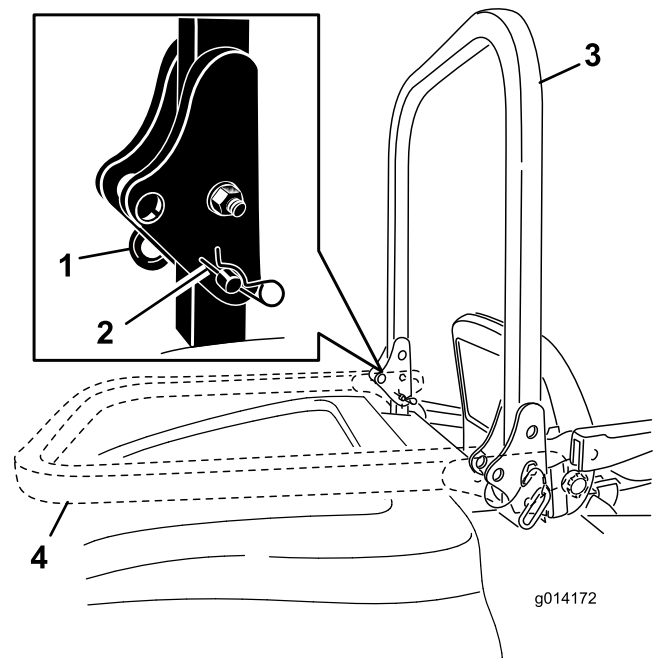

Bild 18
2. Entfernen Sie die beiden Splinte und die beiden Stifte (Bild 18).
3. Stellen Sie den Überrollbügel in die aufrechte Position (Bild 18).
- Sichern Sie den Überrollbügel mit den beiden Stiften und den beiden Splinten (Bild 18).
- Entfernen Sie die Splinte, drücken Sie den Überrollbügel nach vorne gegen die Federn und entfernen Sie die beiden Stifte (Bild 18).
- Senken Sie den Überrollbügel ab (Bild 18).
- Setzen Sie die beiden Stifte in die Schwenkplatten ein und sichern Sie die Stifte mit den beiden Splinten (Bild 18).